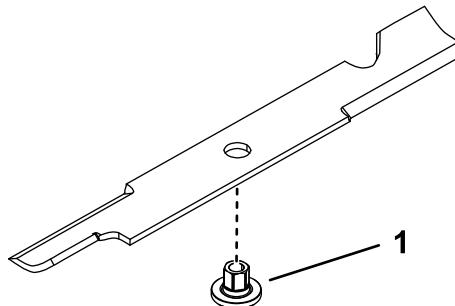

Figura 79
1. Instale o casquilho através da lâmina com a flange do casquilho na parte inferior (relva) da lâmina (Figura 79).